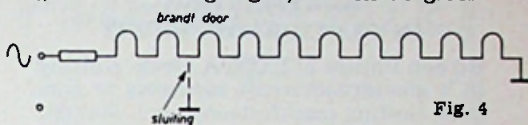

Fig. 4
b. Door de kortsluiting ontstaat een onderbreking (fig. 4).